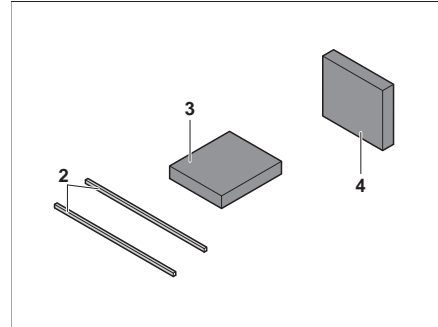

Bild 117 Extra dynor
- Lägg extradynan (Bild 117,3) på sittbänksförlängningen.
- Sätt in extradynan (Bild 117,4) som ryggstöd.